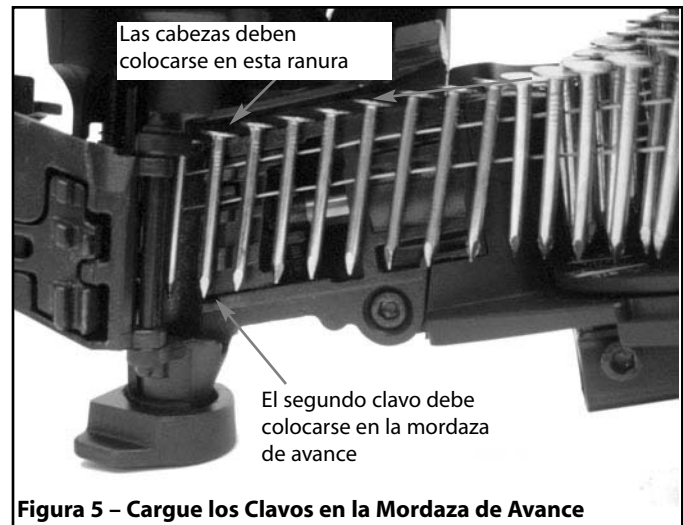

Figura 5 – Cargue los Clavos en la Mordaza de Avance
- Desenrolle el carrete de manera que el segundo clavo pueda colocarse entre los lados de la mordaza de avance. Quizás sea necesario empujar el ariete (Fig. 10, No. 17) para poder colocar el primer clavo. Asegúrese que las cabezas de los clavos queden ubicadas en la ranura de la parte superior de la cremallera de avance de clavos (véase la Figura 5).